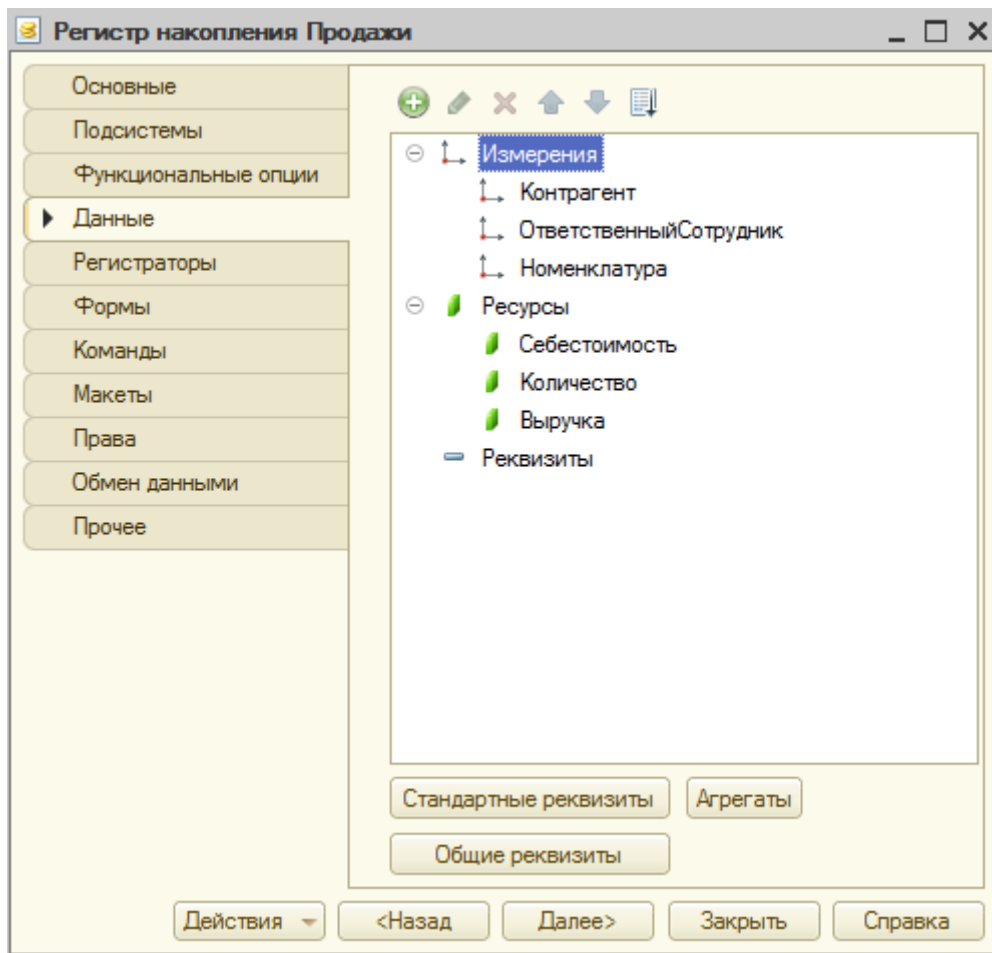

Рисунок 17.2- Кнопка Агрегаты в окне редактирования объекта
2. Для создания агрегатов используется конструктор агрегатов, который можно вызвать, нажав на кнопку **Агрегаты**, расположенную на закладке **Данные** окна редактирования объекта для оборотного регистра накопления, рисунок 17.2